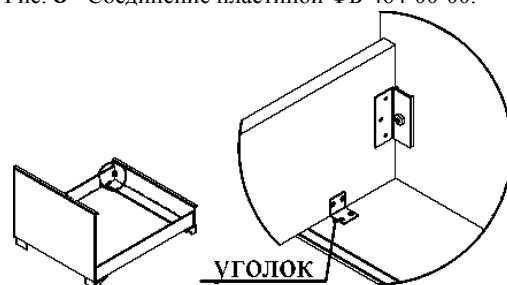

Рис. 9 – Соединение уголком мет. ФБ II 080-000
5. Закрепите уголок мет. ФБ II 080-000 шурупами-саморезами 4x16мм (Рис.9) симметрично с **двух сторон цоколя спинки ножной** и к царгам продольным.